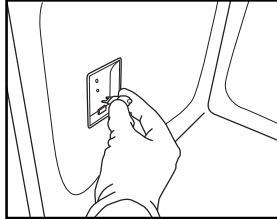

Bild 8
4. Byt ut glödlampan (för typ av lampa - se anmärkning) (Bild 8).